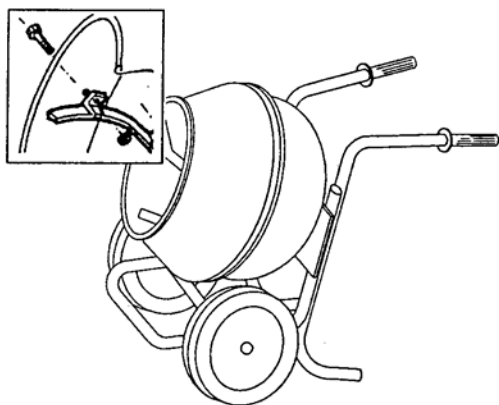

Fig. 2.5
4. Montera de två blandningsbladen i blandningstrummans hål med bultarna och muttrarna (Fig. 2.5).